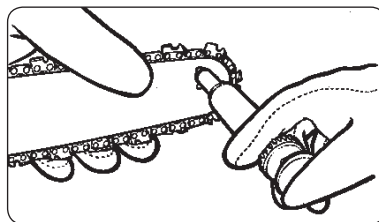

Рис. 20
2. Почистите цепной шприц для смазки (не входит в комплектацию, следует приобрести дополнительно): Поставьте иглообразную дюзу в отверстие для смазки и вводите смазку до тех пор, пока она не появится на внешней кромке цепного зубчатого колеса шины (Рис. 20).